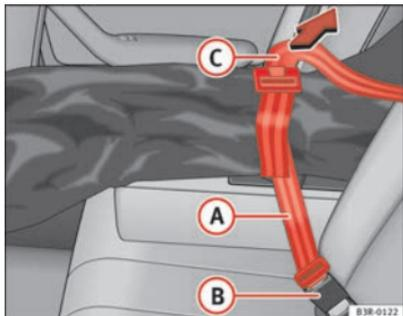

Abb. 129 Sicherung der Durchladeeinrichtung am Gurtverschluss
- Den Sicherungsgurt **A** ⇒ Abb. 129 des Sackes in das mittlere Gurtschloss **B** stecken.